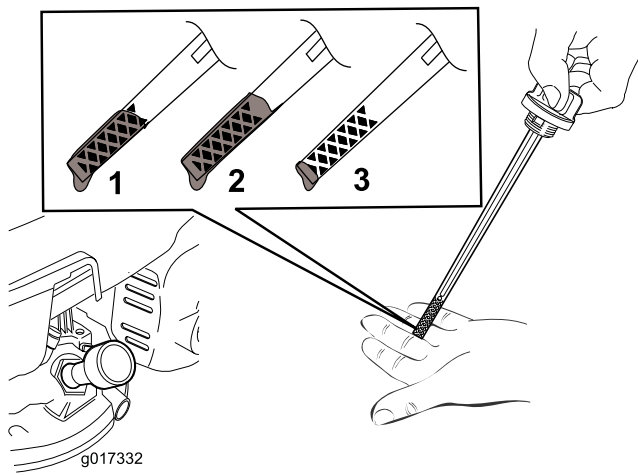

Figura 12
2. Retire la varilla girando el tapón en el sentido contrario a las agujas del reloj y tirando del mismo (Figura 12).
5. Observe el nivel de aceite en la varilla (Figura 12).
- Si el nivel de aceite de la varilla es demasiado bajo (Figura 12), vierta con cuidado una pequeña cantidad de aceite mineral multigrado SAE 10W-30 con clasificación API de SJ o superior por el tubo de llenado, espere 3 minutos, y repita los pasos 3 a 5 hasta que el aceite de la varilla esté en el nivel correcto.
- Si el nivel de aceite de la varilla es demasiado alto (Figura 12), drene el exceso de aceite hasta que el nivel de aceite en la varilla sea correcto; consulte Cómo cambiar el aceite del motor (página 17).